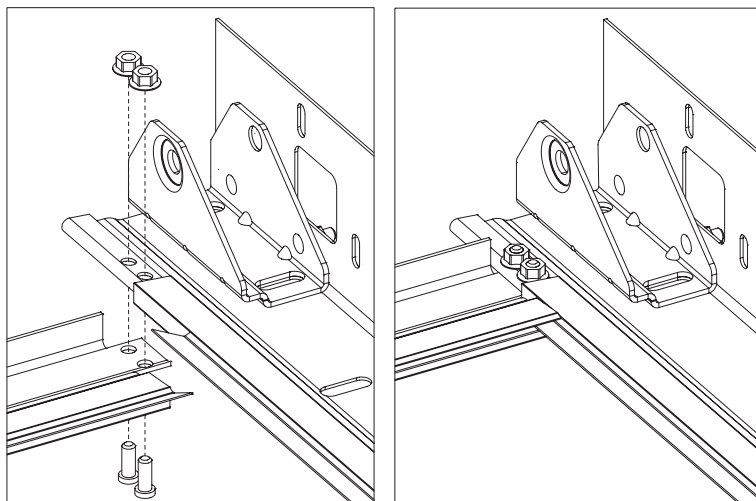

Рис. 7.3. Установка нащельника
- Соединить опорные стойки с нащельником при помощи двух пресс-болтов М6×12 и гаек с буртиком (рис.7.3).